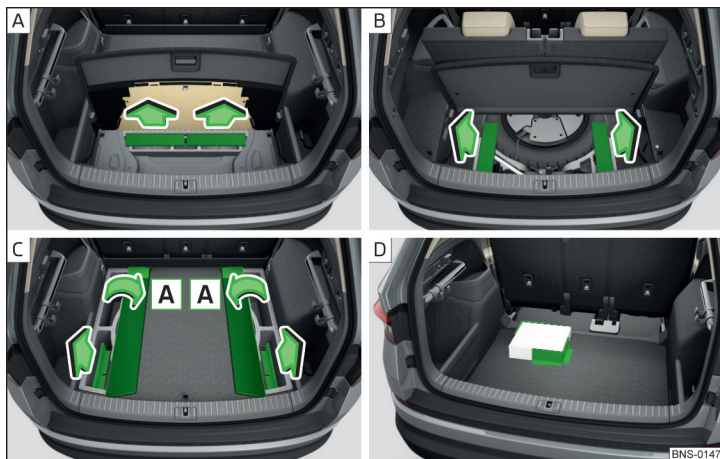

Fig. 136 Retrait : Variante 1 / Variante 2 / Variante 3 / Exemple de fixation du chargement
- Avant utilisation, retirez les éléments cargo dans le sens de la flèche » fig. 136 - **A**, **B**, **C**.
- Pour atteindre les éléments cargo sur la variante 3, rabattez d'abord les parties latérales du revêtement de sol dans le sens de la flèche **A** » fig. 136 - **C**.
- Fixez le chargement au centre des éléments cargo aussi près que possible des sièges arrière » fig. 136 - **D**.